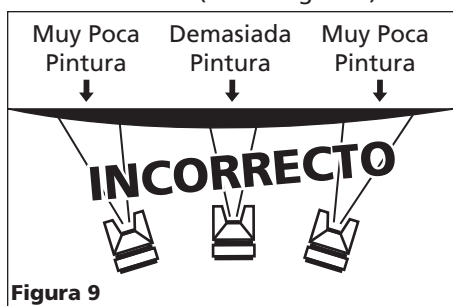

Figura 9
- Mantenga la boquilla de 15,2 cm - 22,9 cm de la superficie que va a pintar todo el tiempo y siempre mantenga la pistola en movimiento mientras esté rociando. Si para de moverla la pintura se acumulará y se chorreará. No mueva la pistola de un lado a otro como un abanico. Este tipo de movimiento crea depósitos de pintura que se concentran en el centro del área cubierta y aplica muy poca pintura en los bordes (Vea la Figura 9).